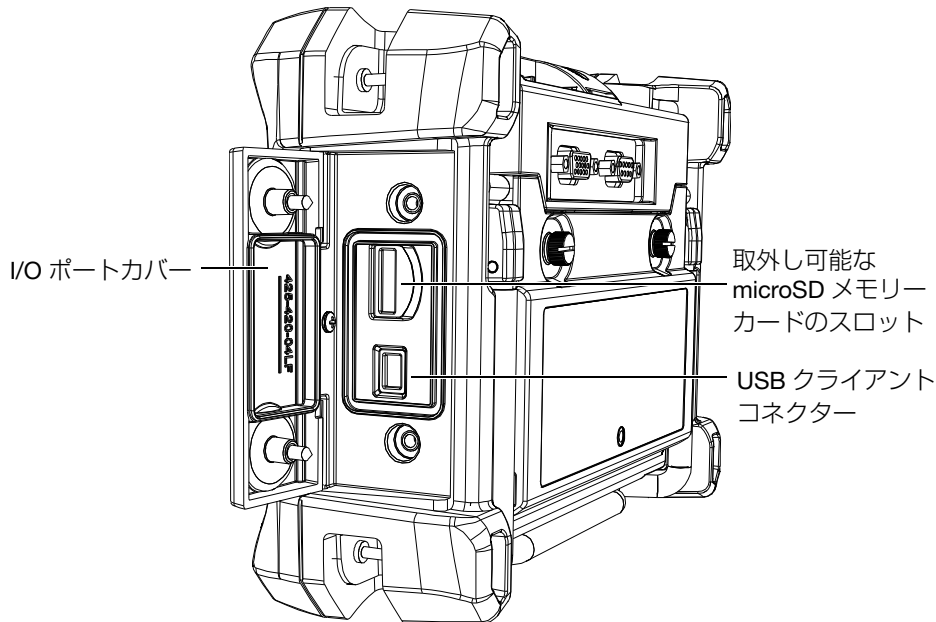

図 8-5 I/O ポートカバーに保護されているコネクター
1. microSD メモリーカードが、Magna-Mike 8600 の右側の I/O カバーで覆われているスロットに挿入されているか確認します（140 ページ図 8-5 参照）。
1. microSD メモリーカードが、Magna-Mike 8600 の右側の I/O カバーで保護されているスロットに挿入されていることを確認します (140 ページ図 8-5 参照)。